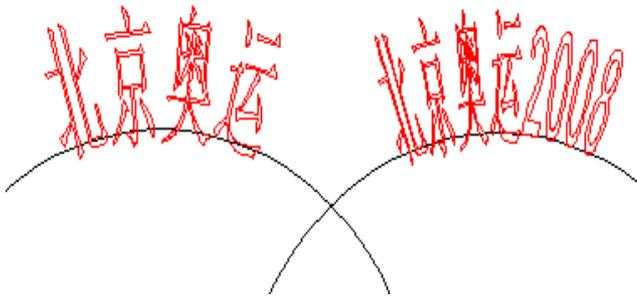

Figura 4-13 Comparación de dos textos (el ángulo límite es 45 grados.)
**Ángulo base:**El punto de referencia del texto que alinea el círculo. **Límite de rango de ángulo:**Cuando está marcado, no importa cuántos caracteres escriban los usuarios, el texto estará limitado en el rango de ángulo. (Figura 4-13)